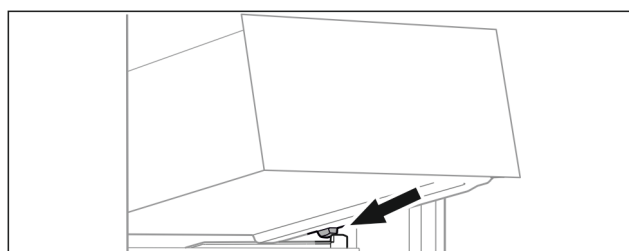

Fig. 69
- ▶ Nasadíte zásuvku šikmo za zářezky na žebrování na nádoby. (viz Fig. 69)